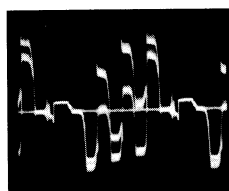

Abb. 3
- P 444 Oszillograf an Mp ⑤ (R-Y).
⑮ Mit P 444 Doppelkonturen möglichst gut zur Deckung bringen (Abb. 3 und 4).